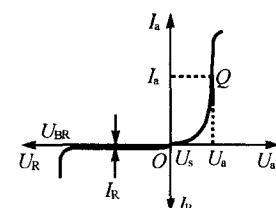

图 14.1
(1) 结构:将 PN 结两边各引出一个电极便构成一个二极管。其中 P 型区引出阳极 A (+),N 型区引出阴极 K (-)。符号: A — K
(2) 伏安特性及参数:伏安特性如图 14.1 所示。